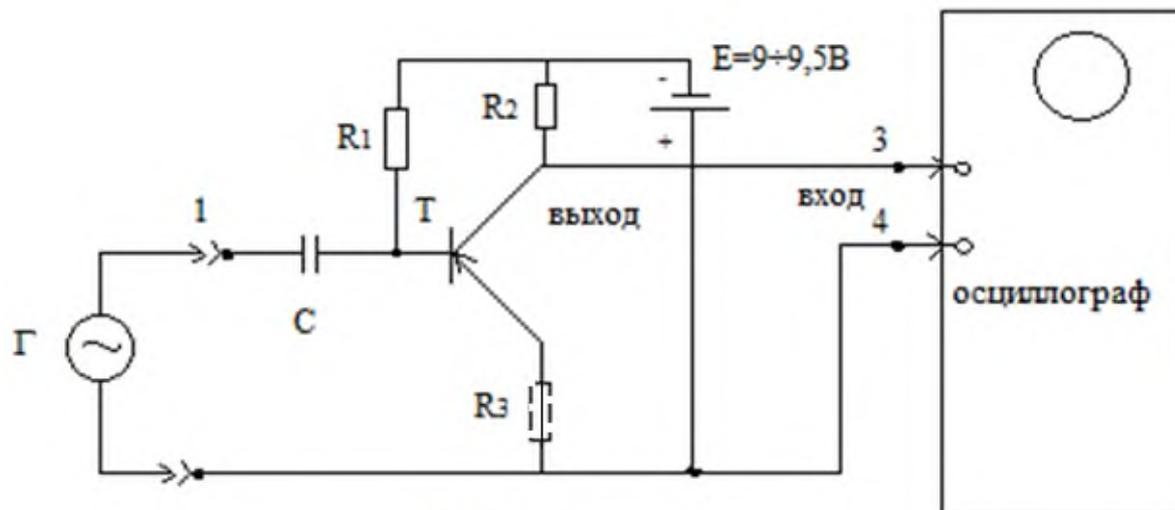

Рис. 4.1.б
Собрать схему, как показано на рис. 4.1а (схема с общим эмиттером, транзистор р-п-р типа).
2.1.1 Подавать на вход усилителя напряжение синусоидального тока от генератора, амплитуда 1...50 мВ, контролировать с помощью осциллографа напряжение на выходе усилителя. Определить уровень насыщения и объяснить форму выходного напряжения усилителя (эпюры б и в) рис. 4.1б.
Рис. 4.1 в. Режим насыщения и пробоя
2.2. Собрать схему, как показано на рис. 4.1 б.
2.2.3. Установив мультиметр в режим измерения тока и включив мультиметр в разрыв цепи коллектора (как показано пунктиром на рис. 4.1б) измерить ток, потребляемый каскадом в статическом и динамическом режимах (со входным сигналом с генератора и без него). Измеренные значения токов зафиксировать в отчете.
2.5.Объединить оба входа схемы рис. 4.1. Подать на них синусоидальный сигнал генератора как в п. 4.3.